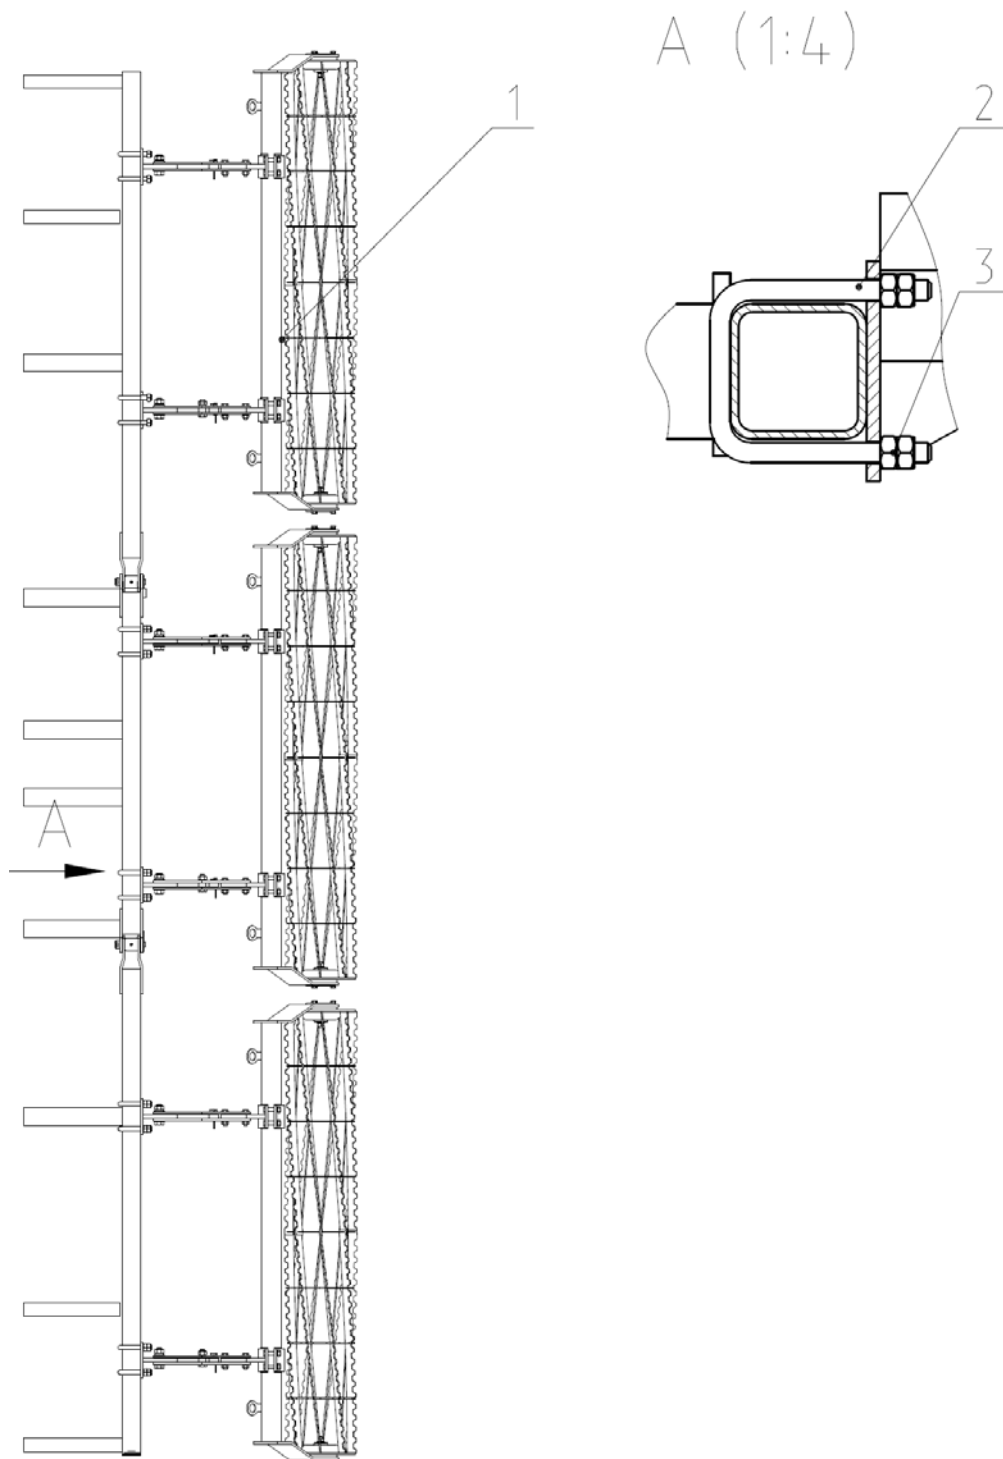

Рис.24 КСП Комплект катков однорядных.
2.27. Комплект катков однорядных КСП 07.000-01 (Рис.24). Комплект крепится к центральной секции КСП 01.000 и крыло КСП 01.090А закрепленный скобами 2,4,5 и гайкой 3.